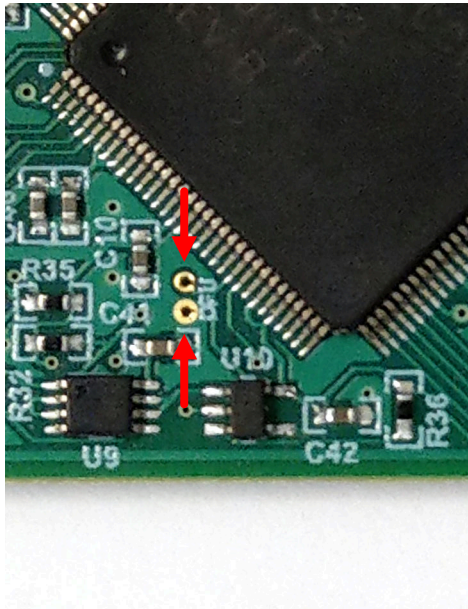

図 3-3. DFU モードを手動で開始するために使用されるテストポイント
- **DFU** (図 3-3 を参照) というラベルの付いた 2 つのテストポイントをピンセット (またはワイヤ) で短絡しながら、リセット (RST) ボタンを押して放します。